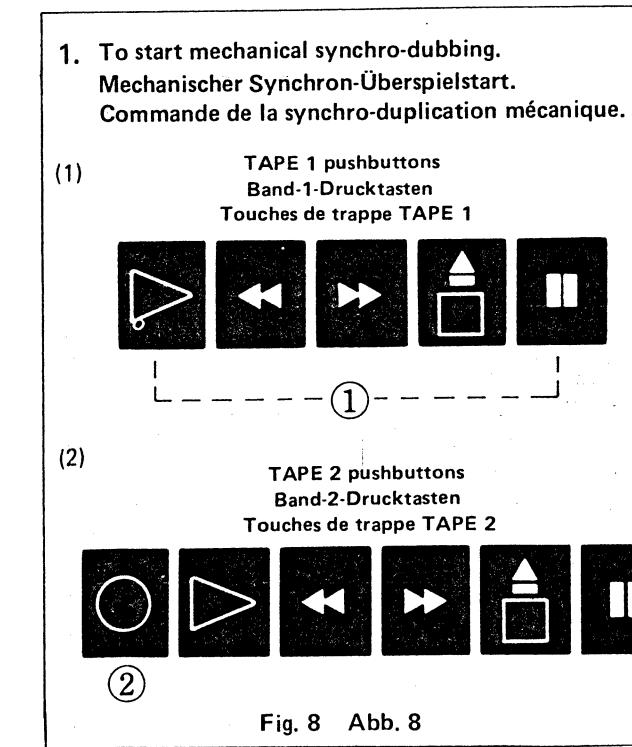

Fig. 8 Abb. 8
1. Commande de la synchro-duplication mécanique: (Fig. 8)